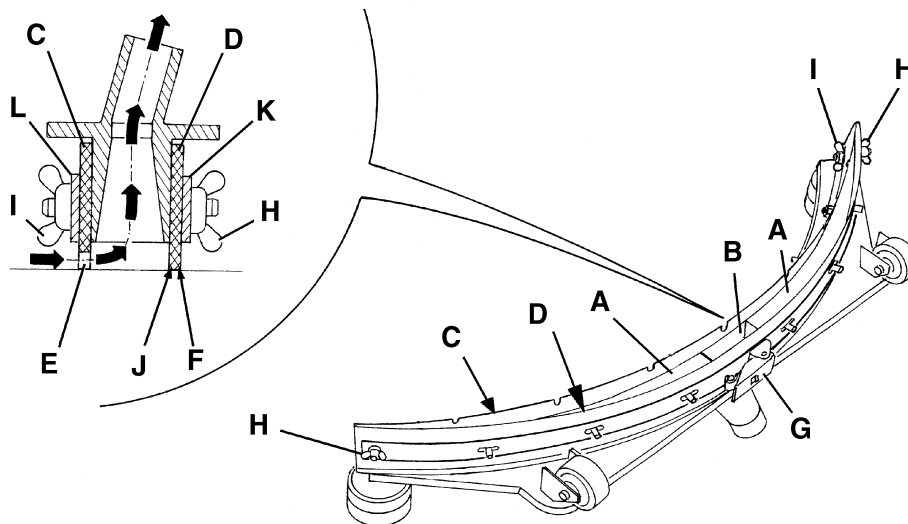
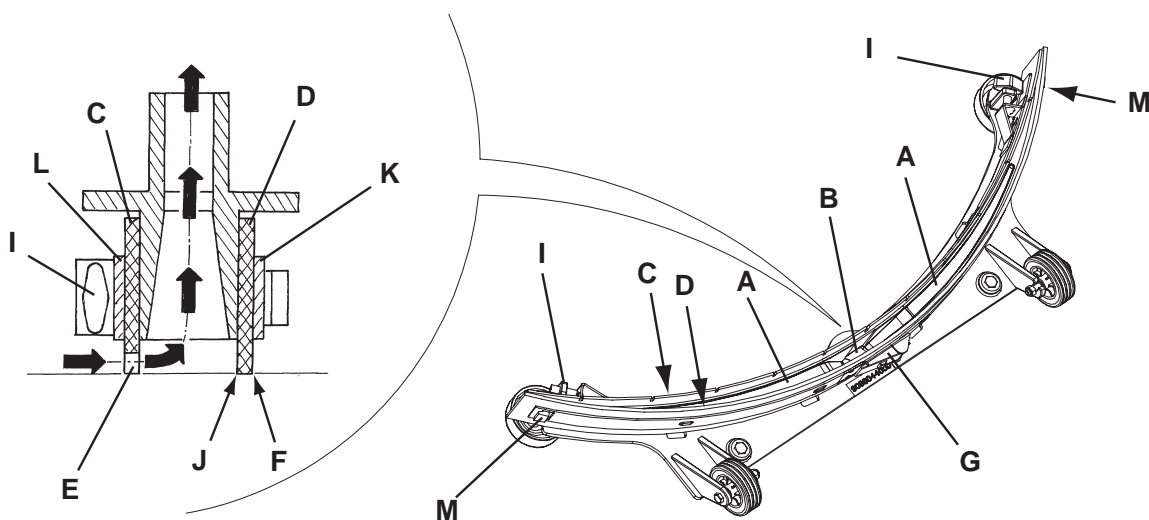

Abbildung 5
Abbildung 6
3. Die Sauglippe (25) mit dem Hebel (10) senken.
4. Die Handräder (26) lockern und die Sauglippe (25) entfernen.
5. Das Ansaugrohr (15) von der Sauglippe lösen.
6. Die Sauglippe aus Stahl (Abb. 5) oder aus Aluminium (Abb. 6) waschen und reinigen. Insbesondere die Räume (A, Abb. 5 oder 6) und das Loch (B) reinigen. Prüfen dass das Vordergummi (C) und das Hintergummi (D) vollständig sind und keine Schnitte oder Risse aufweisen, ansonsten müssen sie ausgewechselt werden (siehe Verfahren im nachfolgenden Abschnitt).
1. Die Sauglippe aus Stahl (Abb. 5) oder aus Aluminium (Abb. 6) reinigen, und dabei wie angegeben im vorhergehenden Abschnitt vorgehen.
2. Prüfen dass die Säume (E, Abb. 5 oder 6) des Vorgergummis (C) und die Säume (F) des Hintergummis (D) gleichzeitig auf einer Richtplatte über ihre ganze Länge ruhen, ansonsten in der Höhe wie folgt beschrieben einstellen:
- Den Zugstab (G, Abb. 5 oder 6) und die Flügelmutter (H, Abb. 5) lockern bzw. die Sperren (M, Abb. 6) lockern; das Hintergummi (D, Abb. 5 oder 6) einstellen, die Flügelmutter anschrauben oder die Sperre ankuppeln, schließlich den Zugstab ankuppeln.
- Die Handräder (I) lockern und das Vorgergummi (C, Abb. 5 oder 6) einstellen; schließlich die Handräder anschrauben.
3. Prüfen dass das Vorgergummi (C, Abb. 5 oder 6) und das Hintergummi (D) vollständig sind und keine Schnitte oder Risse aufweisen, ansonsten sie aus wie nachfolgend beschrieben wechseln. Prüfen auch dass das Hintergummi keine abgenutzten Vorderkanten (J) hat; ansonsten das Gummi umkehren und auf seinen Platz eine von den drei noch vollständige Kanten anbringen. Wenn auch die drei anderen Kanten abgenutzt sind, muss das Gummi ausgewechselt werden und dabei wie folgt vorgehen:
- Den Zugstab (G) lösen, die Flügelmutter (H) entfernen oder die Sperre (M) lockern, schließlich den Sperrstreifen (K) entfernen und das Hintergummi (D) auswechseln/umkehren.